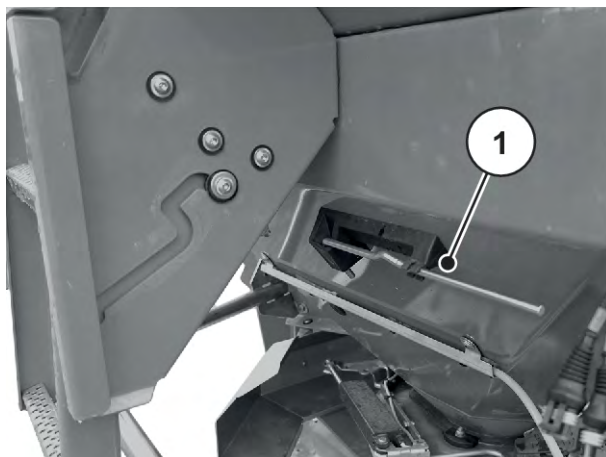

Fig. 26: Plassering av innstillingsspaken AXIS xx.2
- ▶ Legg innstillingsspaken tilbake i den tiltenkte holderen. Se Fig. 26 Plassering av innstillingsspaken AXIS xx.2